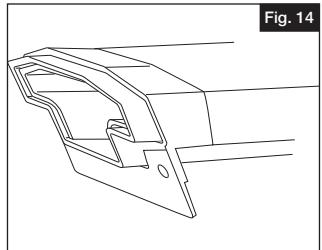

Fig. 14
Faire glisser un support de montage de traverse supérieure en place, le côté plat orienté vers le poteau de montage. Le support de montage du haut (H) doit se trouver en haut de l'escalier et le support de montage du bas (G) doit se trouver en bas de l'escalier (Fig. 14).